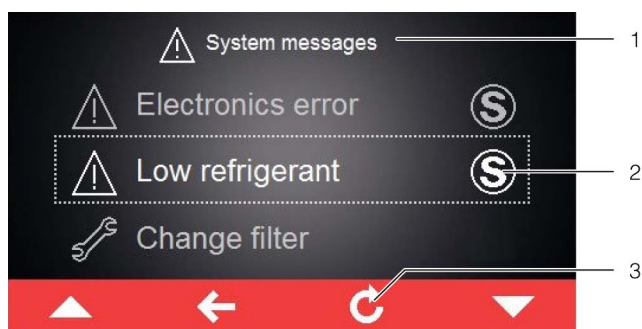

Fig. 28: Tela com mensagens do sistema
do símbolo de mensagens do sistema (fig. 28, item 2).